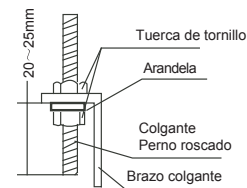

Fig.5-9
- Ubique el brazo colgante en el perno de tornillo colgante. (Consulte la Fig. 5.9)